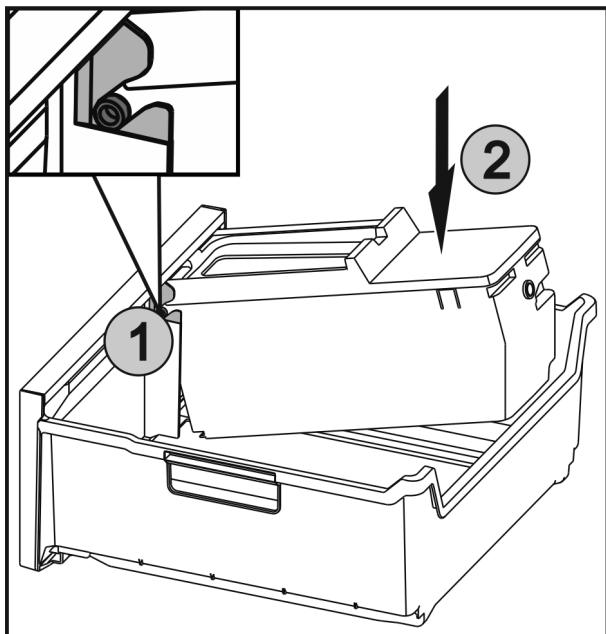

Fig. 42
- ▶ Insérer les axes Fig. 42 (1) sur l'EasyTwist-Ice dans les guides et appuyer sur le côté arrière Fig. 42 (2) jusqu'à ce que la languette s'enclenche.